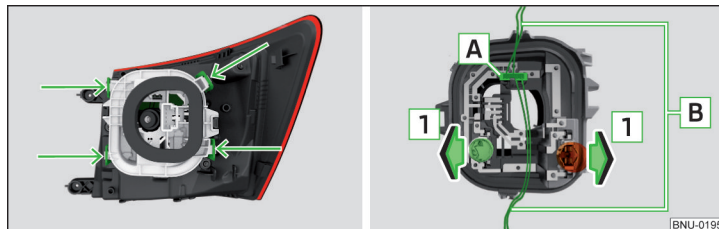

Fig. 354 Partea exterioară a lămpii/Suport cu becuri
- Deblocați suportul becului în zonele marcate cu săgeți » fig. 354 și scoateți-l din lampă.
- Înainte de montarea suportului de bec în lampă, verificați dacă conectorul **A** » fig. 354 dintre lampă și suportul becului este cuplat corect.